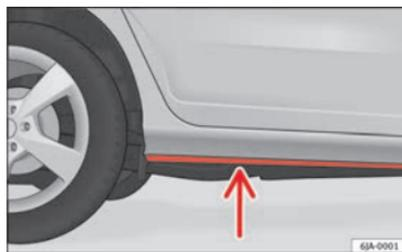

Fig. 113 Passage à gué
- Évaluez la profondeur de l'eau avant d'entrer. L'eau peut arriver, au maximum, en dessous du bas de caisse du véhicule ⇒ fig. 113 ;